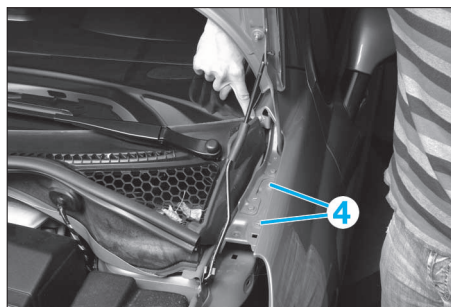

FIG. 12
- Déposer les vis de fixation (4) (Fig.12).